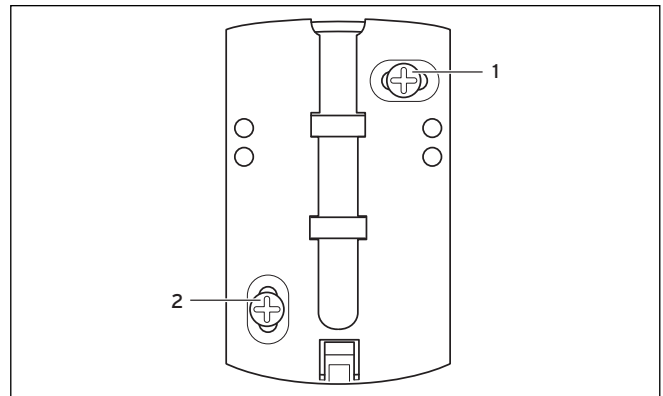

Fig. 4.3 Montaggio del supporto murale
- ⇒ Fissare il supporto murale alla parete con due viti (1, 2) (vedere fig. 4.3).